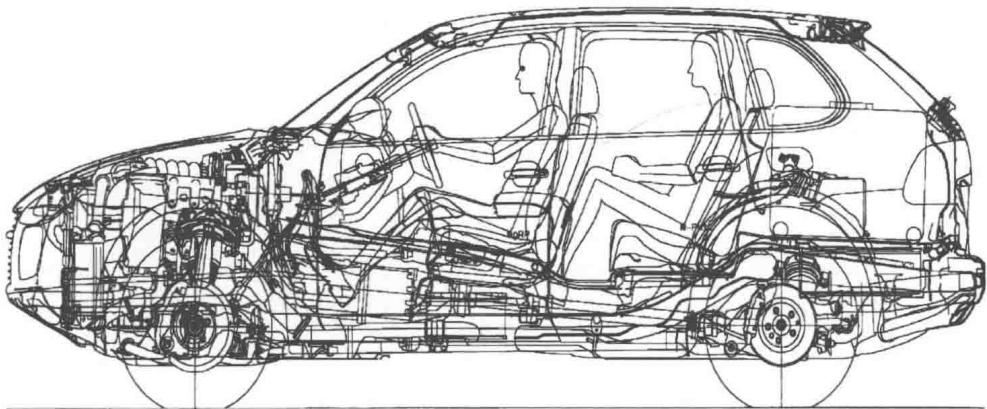

图 1-9 保时捷 Cayenne Turbo SUV
6) SUV。图 1-9 所示为保时捷 (Porsche) Cayenne Turbo SUV。